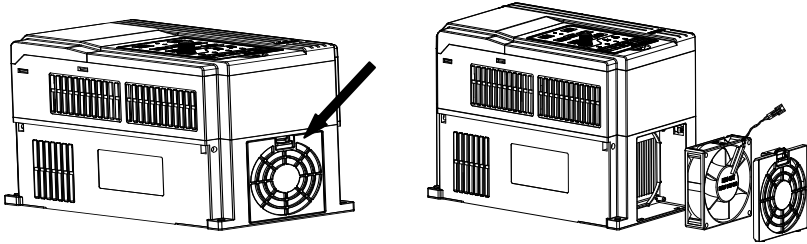

图 8-1 (a) 拆除风扇罩图
1. 如图 8-1 (a) 所示下压风扇弹性卡扣，同时稍用力向外平行拉出，从变频器主体拆下风扇罩。
2. 如图 8-1 (b) 所示依次拿出风扇罩和风扇，然后再如图向内侧下压风扇引线端子弹性卡扣，同时稍用力拉出风扇引线端子。